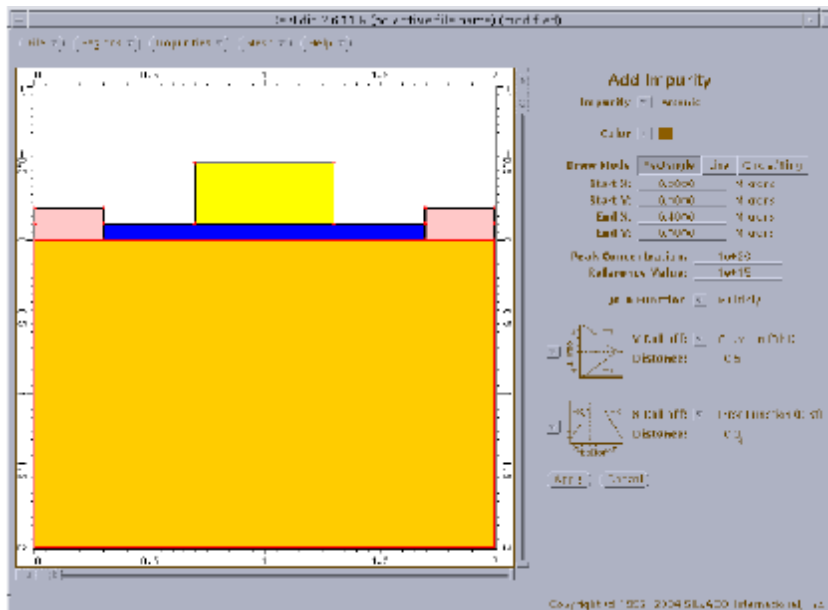

图 6.9 增加掺杂面板
- 4.在 Peak Concentration 和 Reference Value 栏分别输入  $1e+20$  和  $1e+15$ .因为硅衬底掺杂水平为  $1e+15$ ,reference value 描述的是不同掺杂浓度的结深(junction value).掺杂的参数设置具体见图 6.9.